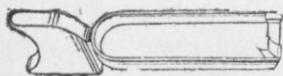

Рис. 66. Спуск со спусковой тягой
**Спуск** (рис. 66) составляет одно целое со спусковой тягой. Он служит для отвода нижней части шептала назад при нажиме пальцем на спуск и для поднимания разобщителя кверху, когда тяга находится в переднем положении. Спуск помещается в рукоятке рамки и огражден спусковой скобой. На заднюю стенку тяги надавливает спусковая пружина, удерживающая спуск в пе-